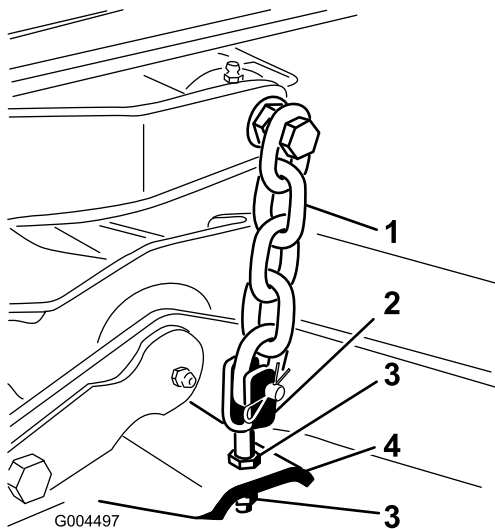

Figura 5
8. Ajuste las contratueras que fijan las horquillas/cadenas al cortacésped hasta que el cortacésped quede nivelado (Figura 5).
7. Ajuste las contratuercas que sujetan las horquillas/cadenas de la parte trasera del cortacésped (Figura 5) para elevar la parte trasera, hasta que la inclinación de las cuchillas sea de 8 a 11 mm.